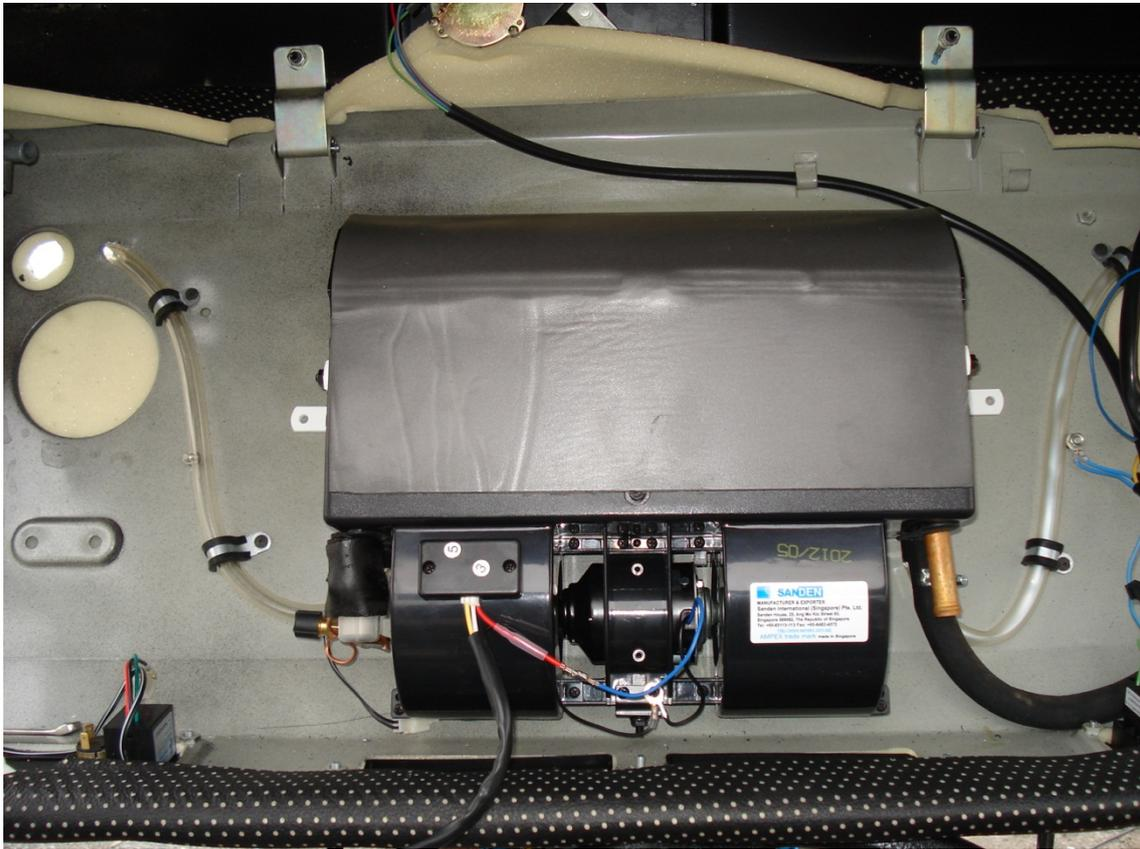
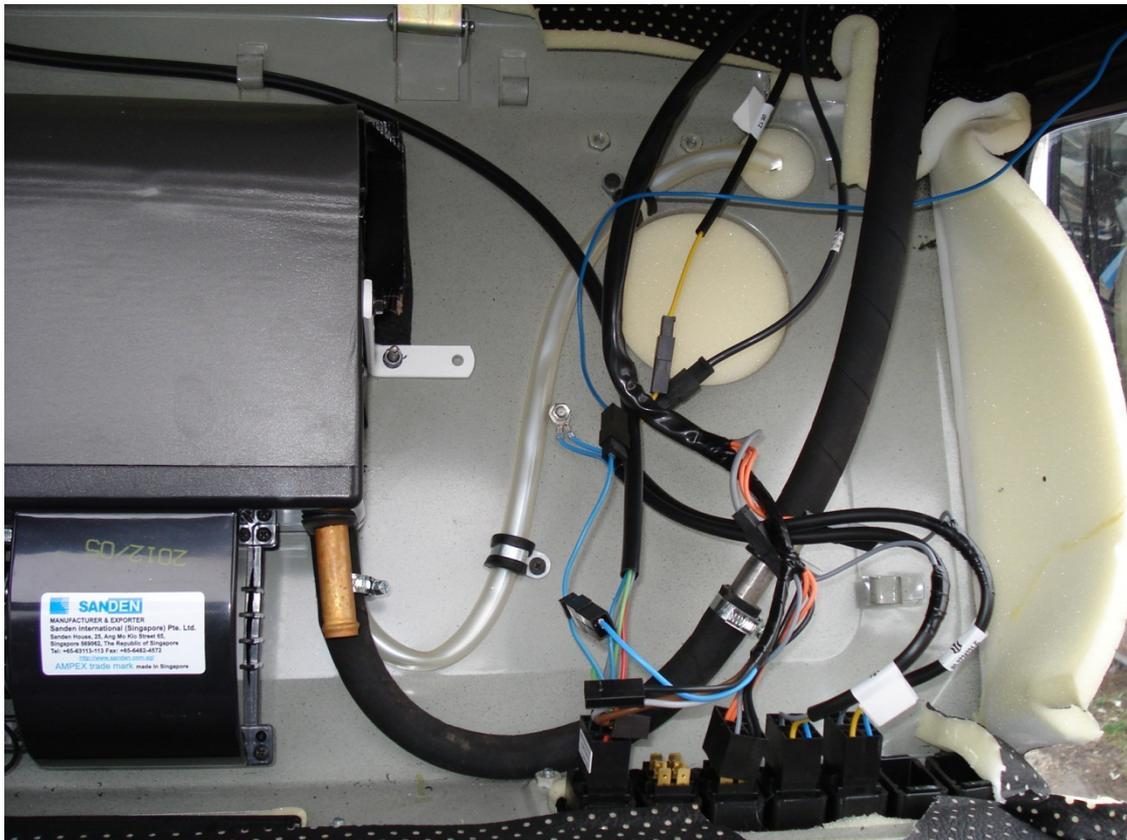

Рис. 9
Рис. 10
- 4.5. На выводы испарителя для конденсата одеть трубку ПВХ – 2 шт и провести их в отверстия стоек кабины. (Рис. 9; Рис. 10; Рис. 11)